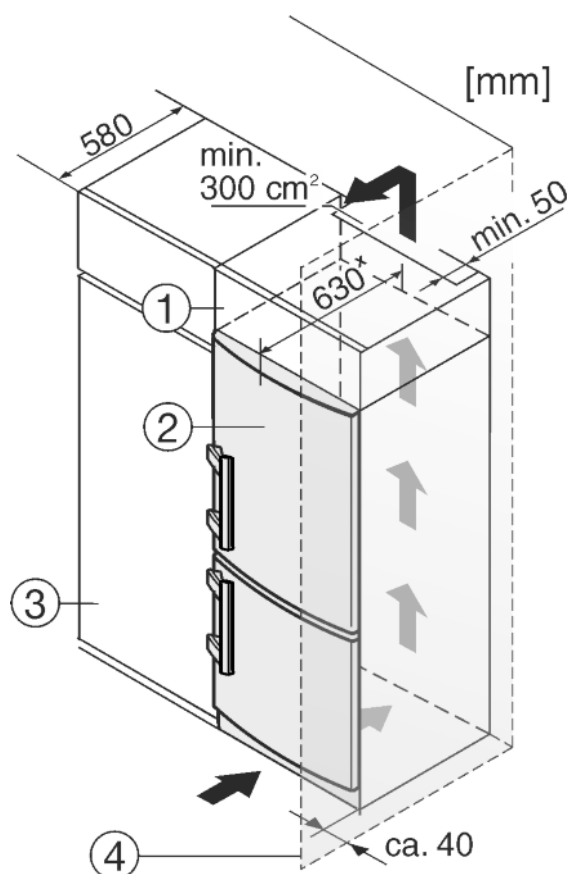

Fig. 9
(1) Колонна на столешнице
(2) Устройство
(3) Кухонный шкаф
(4) Стена
Устройство может быть окружено предметами кухонной обстановки. Чтобы уравнивать устройство *Fig. 9 (2)* по высоте с кухонной стенкой, можно установить над устройством соответствующий дополнительный шкафчик *Fig. 9 (1)*.
При комбинировании с кухонными шкафами (глубина макс. 580 мм) устройство можно установить непосредственно рядом с кухонным шкафом *Fig. 9 (3)*. Устройство выступает сбоку на 34 мм* и по центру на 50 мм* относительно передней стенки кухонного шкафа.
Если устройство установлено на шарнирах у стены *Fig. 9 (4)*, то расстояние между устройством и стеной должно быть не менее 40 мм. Настолько выступает ручка при открытой дверце.